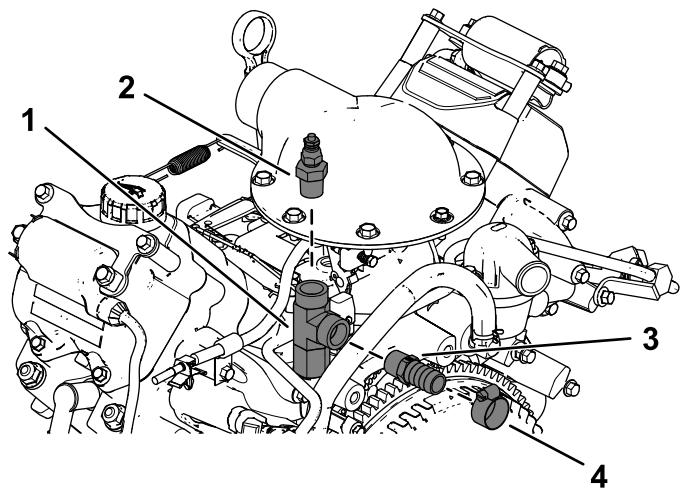

**Bild 7**
1. Entfernen Sie den Temperaturschalter vom Thermostatgehäuse (Bild 7).